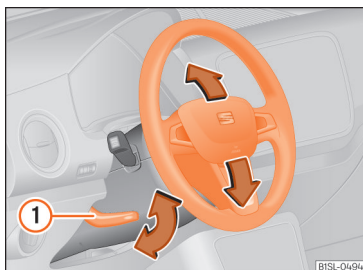

Abb. 18 Lenkradposition mechanisch einstellen.
- Hebel nach unten » » » **Abb. 18**  bewegen.